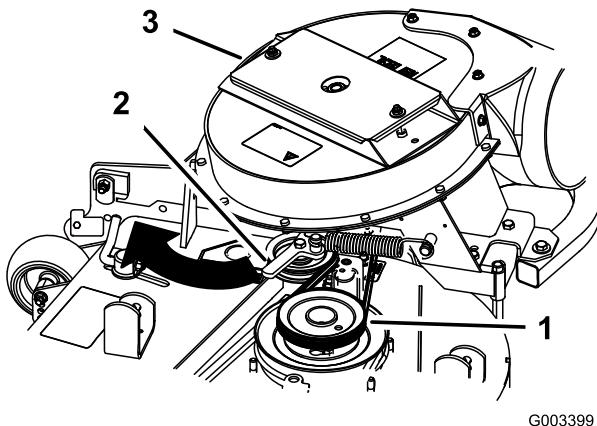

Figura 20
- Retire la polea tensora tensada con muelle y enrute la correa alrededor de la polea de la carcasa de corte (Figura 20).